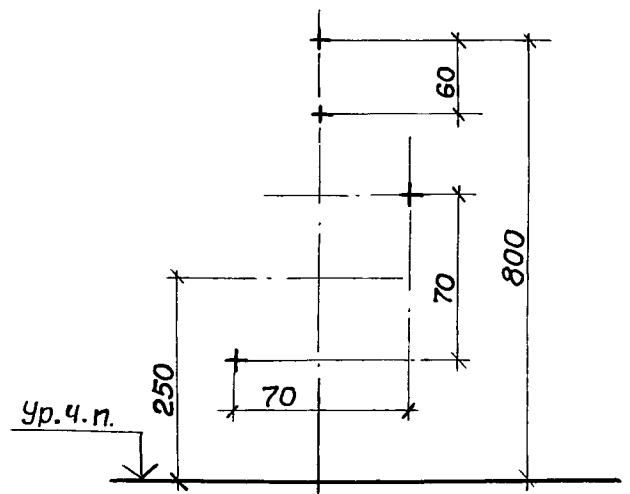

Рис.3
4.Зануление коробки выполняется „шлейфом“ нулевой жилы кабеля-см. рис.3.